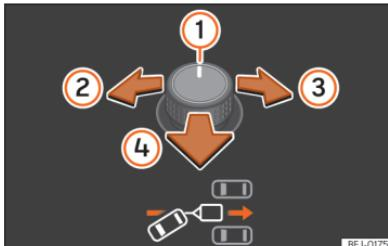
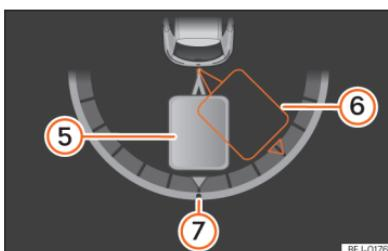

Fig. 148 Comando giratório dos retrovisores exteriores: ajustar o ângulo do reboque.
Fig. 149 Ecrã do painel de instrumentos: na marcha-atrás.
Legenda da **Fig. 148**, **Fig. 149**:
É necessário cumprir os requisitos do sistema **Fig. 148**.
- Solte o volante **Fig. 149**.
- Rode o comando giratório até atingir a direção desejada **Fig. 148**. No ecrã do painel de instrumentos aparece, a modo de orientação, uma representação do conjunto veículo trator e reboque na posição atual **Fig. 149**.